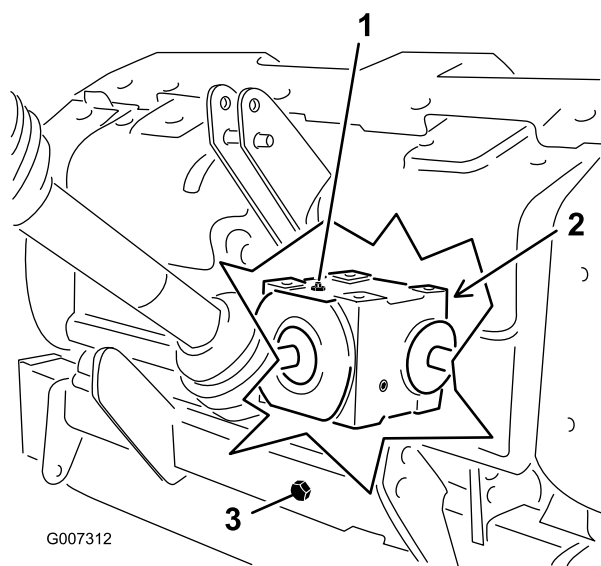

Figura 30
2. Retire el tapón de verificación de la caja de engranajes (Figura 30).
3. Asegúrese de que el nivel de aceite llega hasta la parte inferior del orificio del tapón de verificación de la caja de engranajes (Figura 30).
1. Limpie cualquier residuo del tapón de llenado y el tapón de vaciado para evitar cualquier contaminación (Figura 30).